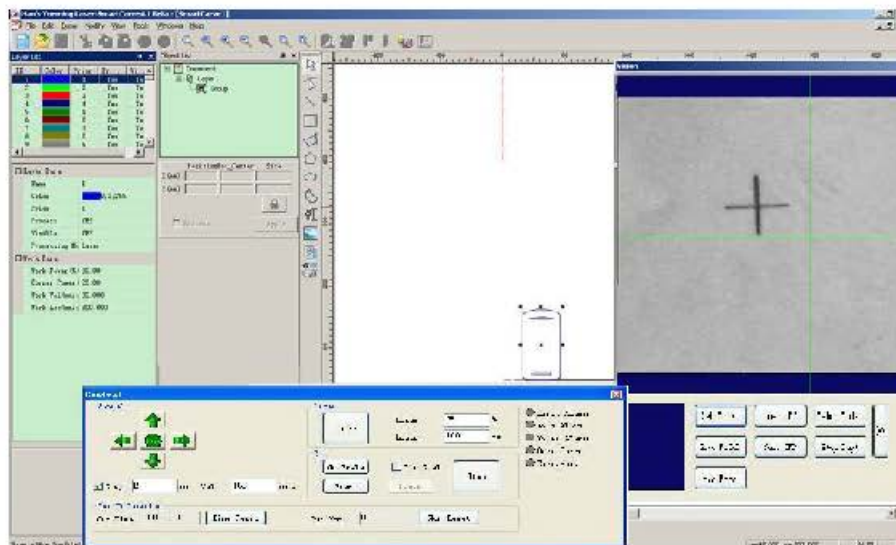

Fig. 3-67
1. Após clicar no botão OK, o arquivo importado aparece na interface principal, como na Fig. 3-67